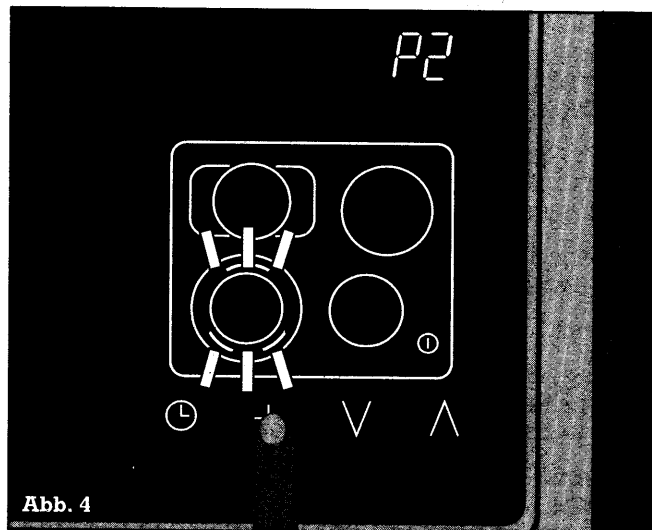

Abb. 4
- ... berühren Sie das Symbol +. Im Timer-Anzeigefeld leuchtet **P2**. Im Anzeigefeld der Kochzone 3 (hinten rechts) blinkt das Symbol für die Zuschaltung $\odot$ (Abb. 4).